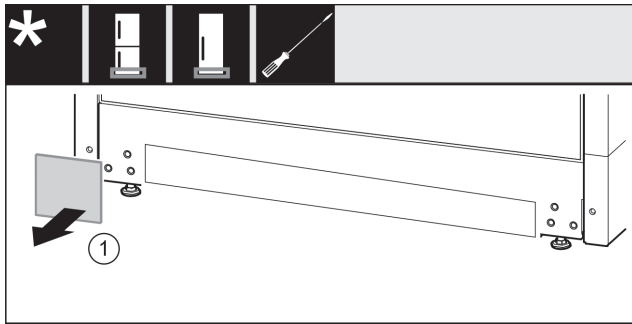

Fig. 35
- Abdeckung abnehmen. Fig. 35 (1)